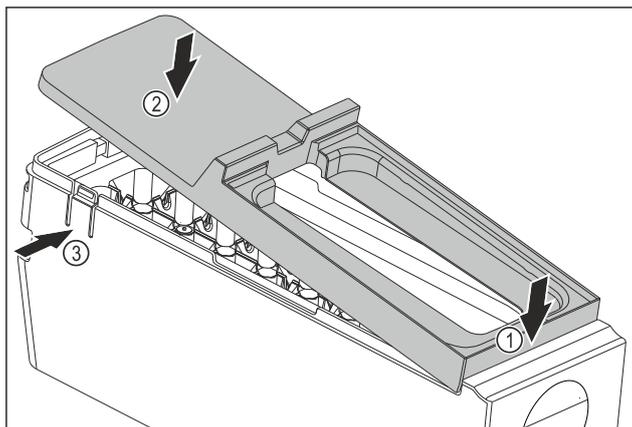

Fig. 81
- ▶ Montare la copertura del corpo dell'EasyTwist-Ice: Applicare la copertura sul davanti. Fig. 81 (1)
- ▶ Abbassare la copertura sul retro. Fig. 81 (2)
- ▶ La copertura si innesta in entrambe le linguette Fig. 81 (3) in modo udibile.